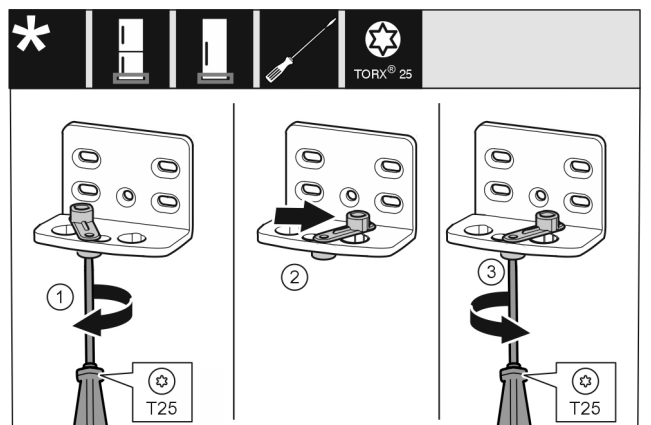

Fig. 13
- ▶ 用 T25 螺丝刀拧松螺钉。 Fig. 13 (1)
- ▶ 将关门辅助装置提起并向右 90° 转入钻孔。 Fig. 13 (2)
- ▶ 用 T25 螺丝刀拧紧螺钉。 Fig. 13 (3)